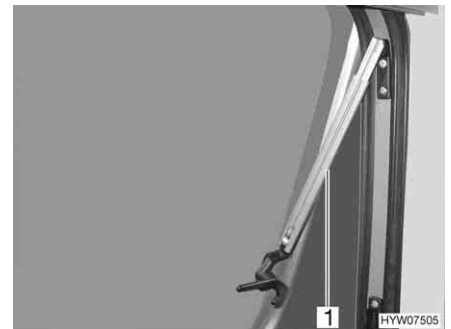

Bild 60 Överkantshängt fönster med automatik-spärrar, öppet
- Öppna det överkantshängda fönstret till önskat läge. Automatik-spärren (Bild 60,1) hakar fast automatiskt.